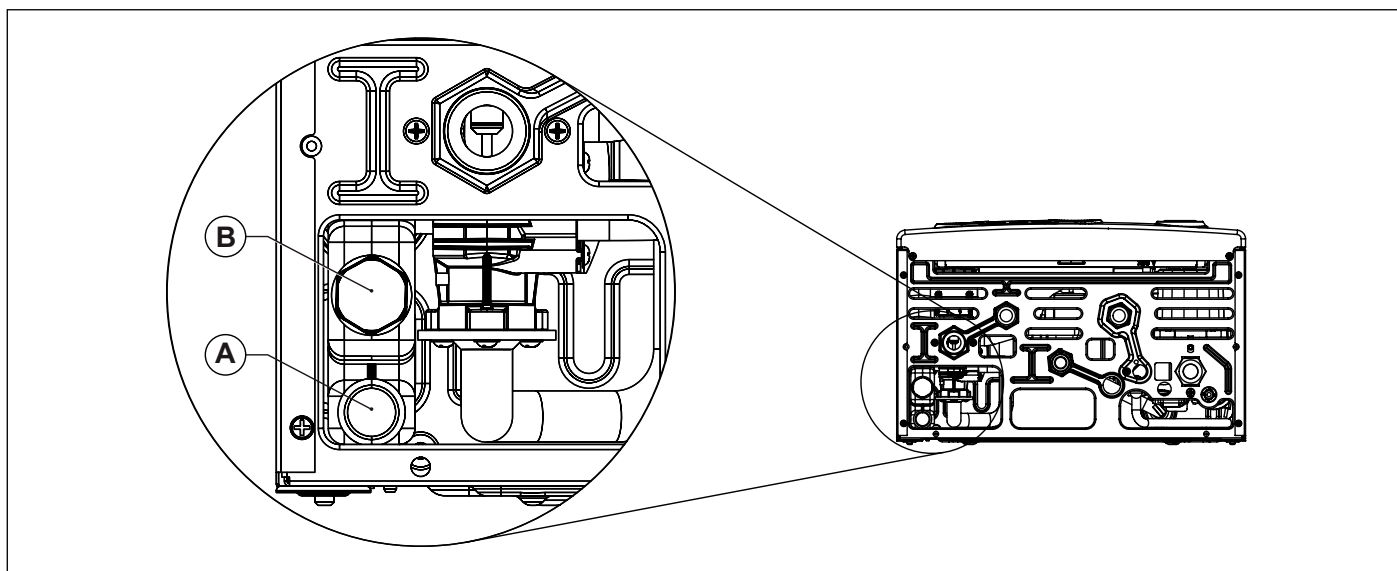

Fig. 20 Scarico condensa
Il sistema di scarico della condensa deve essere collegato all'apposito collegamento (A) predisposto in caldaia (vedi Fig. 20 Scarico condensa).